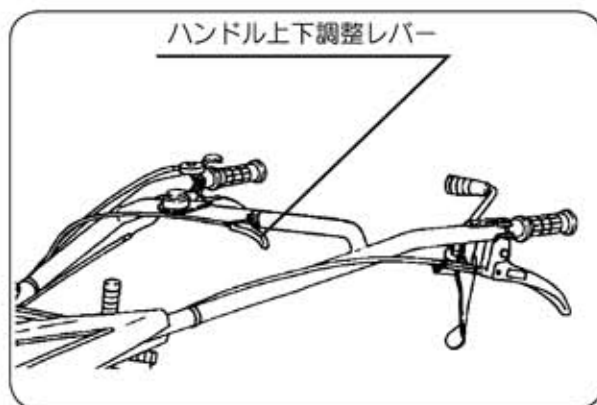

図25
- ①ハンドル上下調節レバーを握りますとハンドルの高さを調整できます。作業及び身長に合った位置で使用ください。(図25)